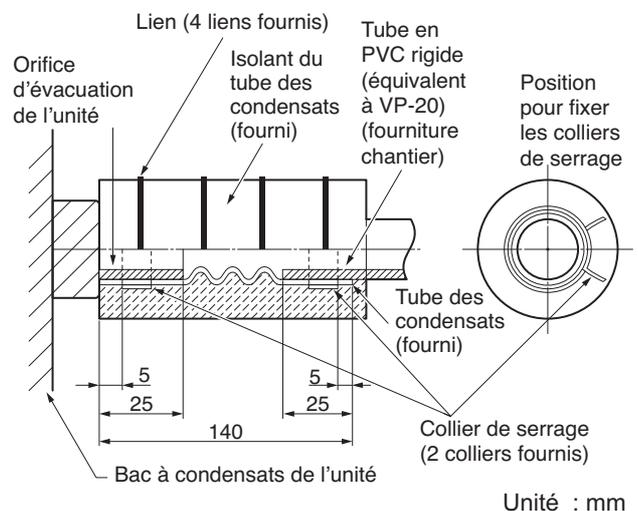

Fig. 3-54
- Fixez de manière à ce que l'attache du collier de serrage soit du côté de l'orifice d'évacuation. (Fig. 3-54)